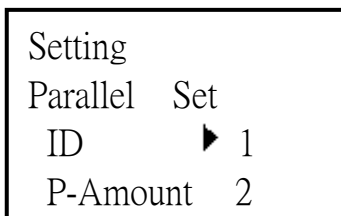
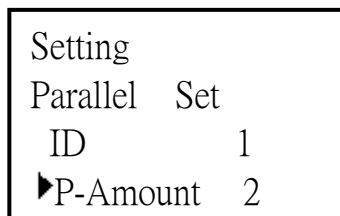

Рис. 6 Настойки параллельного соединения
Рис. 7 Настройки параллельного соединения
5. Для ввода идентификатора нажать ENT (см. Рис. 6); с помощью кнопки «вперед» или «назад» цифрами задать идентификатор, например, 1, 2, 3 и т.д. Для сохранения идентификатора нажать кнопку ENT (см. Рис. 7). Задание количества запараллеленных модулей осуществляется аналогично.